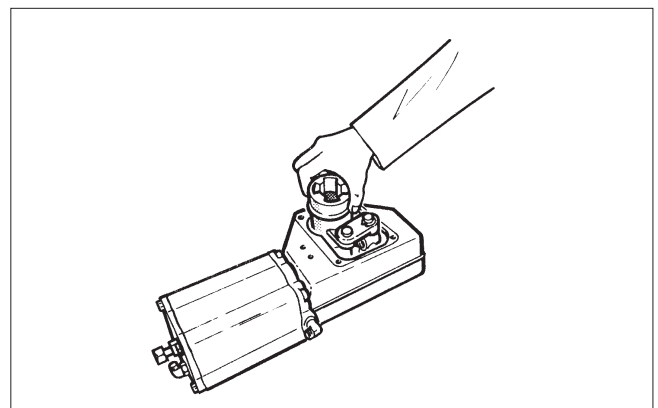

Abb. 15 Entfernen des Gestänges vom Gehäuse
- Drehen Sie den Hebelarm (3), um die Lagereinheit von der Kolbenstange (10) zu lösen. Heben Sie das gesamte Gestänge aus dem Gehäuse. Siehe Abb. 15.
- Drehen Sie den Hebelarm (3), um die Lagereinheit (5) von der Kolbenstange zu lösen. Heben Sie das gesamte Gestänge aus dem Gehäuse. Siehe Abb. 15.